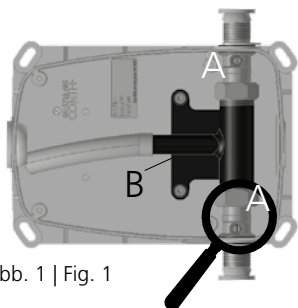

Abb. 1 | Fig. 1
- 2.** Die Vorabsperungen (A) auf die Stellung „geschlossen“ bringen. (siehe Abb. 1)
Set the shut-off valves (A) to the “closed” position. (see Fig. 1)